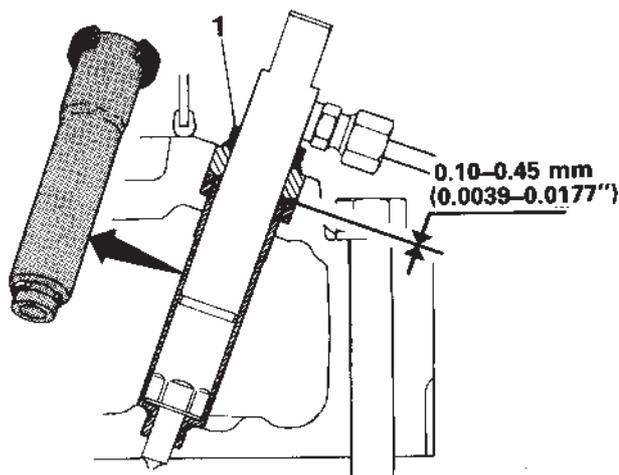

Fig. 151. Douille en cuivre pour injecteur
- Monter un injecteur neuf (avec une bague de protection 1, figure 151, sur les moteurs marins). Couple de serrage : 50 Nm (5 kpm).
Note : l'enfoncement de la bague d'acier et de la douille en cuivre doit se faire en deux temps afin d'obtenir la force de pression correcte sur la douille en cuivre ainsi que le jeu correct entre la bague et la douille (figure 151).
17. Monter l'injecteur (avec la bague de protection 1, figure 151 sur les moteurs marins) et l'étrier. Couple de serrage : 50 Nm (5 kpm). Brancher le conduit de carburant de fuite et les conduits de refoulement.